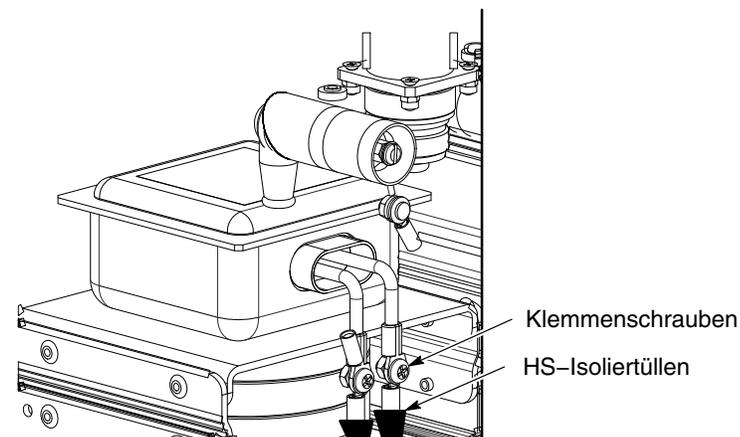

Abbildung 6-18 Entfernen von Magnetron
2. Siehe Abbildung 6-18. Die vier Kabelbinder zur Sicherung der schwarzen Hochspannung (HS)-Isolierfüllen zu den HS-Kabeln durchtrennen. Die Isolierfüllen nach unten schieben, um die beiden Ringkabelschuhanschlüsse freizulegen.
2. Siehe Abbildung 6-18. Die vier Kabelbinder zur Sicherung der schwarzen HS-Isoliertüllen zu den HS-Kabeln am Magnetron durchtrennen. Die Isoliertüllen nach unten schieben, um die Ringkabelschuhanschlüsse freizulegen.
13. Siehe Abbildung 6-18. Die in Schritt 3 entfernten Schrauben dazu verwenden, das sekundäre Kabel X2 an die Anschlusslitze von Anschlussklemme **F** des Magnetrons anzuschließen. Das sekundäre Kabel X1 an das 20-AWG-HS-Kabel mit Eisenkern an die Anschlusslitze von Anschlussklemme **FA** anschließen.